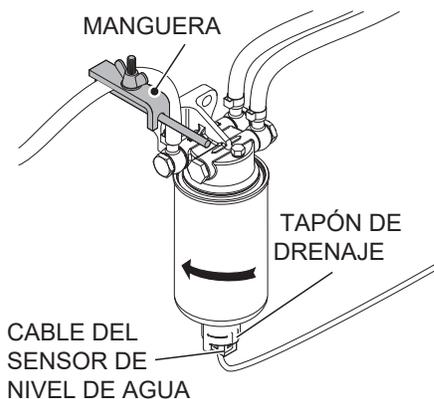

Figura 39. Prefiltro de combustible
1. Bloquee la tubería de alimentación de combustible con una abrazadera de manguera (Figura 39) entre el tanque de combustible y el prefiltro de combustible.